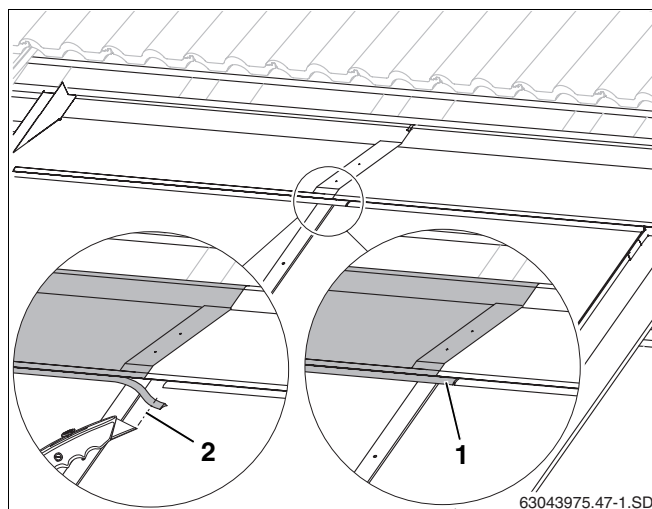

Fig. 57 Cortar o ressalto de borracha à medida
- ▶ Encurtar o ressalto de borracha (fig. 57, **item 2**), até que encoste no ressalto de borracha da chapa de cobertura direita.
- ▶ Encaixar o ressalto de borracha da chapa de cobertura esquerda sobre a dobra da chapa de cobertura direita (fig. 57, **item 1**).